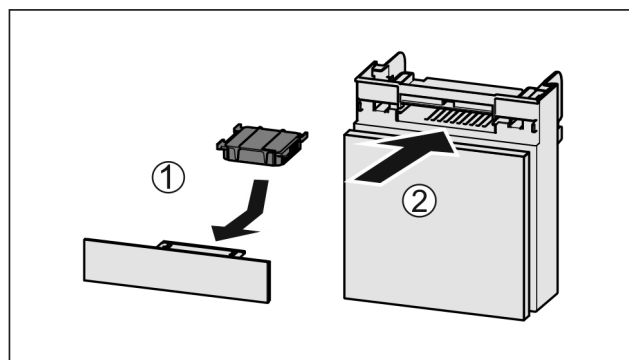

Fig. 87
- ▶ Filtr s aktivním uhlím vložte podle vyobrazení Fig. 87 (1).
- ▶ Zásuvku zasuňte Fig. 87 (2).